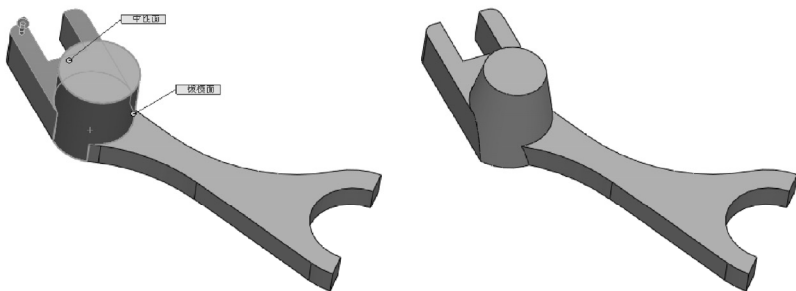

图 3-68 执行拔模操作
STEP 1 单击“特征”工具栏中的“拔模”按钮, 选择“中性面”拔模方式, 设置“拔模角度”为 11.31° , 选择凸台上表面为“中性面”, 选择凸台侧圆柱面为“拔模面”, 执行拔模操作, 如图3-68所示。